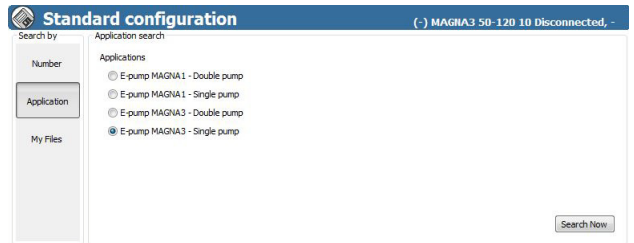

Рис. 27 Поиск приложений
13. Также можно найти необходимый файл GSC по типу насоса. Нажмите [Application] (Применение) и введите тип применения. См. рис. 27.